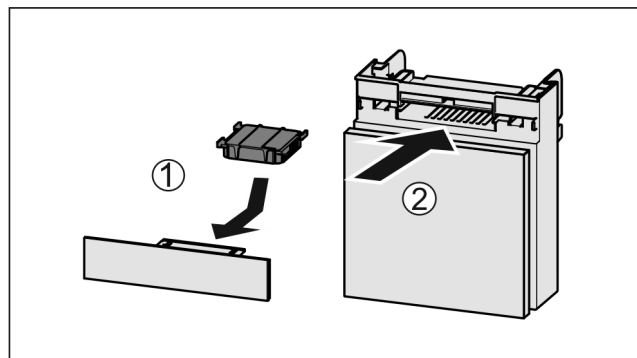

Fig. 201
- ▶ Helyezze be Fig. 201 (1) az aktív szén-szűrőt az ábrán látható módon.
- ▶ Tolja be Fig. 201 (2) a rekeszt.